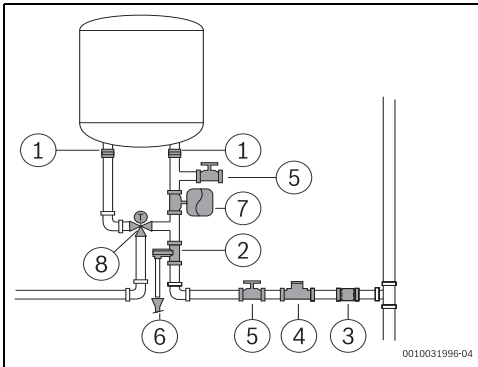

Fig. 9
- Si raccomanda di installare una valvola termostatica (fig. 9, [8]) sul tubo di uscita dell'apparecchio, se si utilizzano tubi PEX. Tali tubi devono essere adeguati alle performance del materiale utilizzato.
- ▶ Non installare mai accessori (diversi da quelli illustrati in fig. 9) tra la valvola di sicurezza e l'ingresso acqua fredda sanitaria (lato destro) dell'apparecchio.
- ▶ installare un riduttore di pressione (fig. 9, [4]). La valvola di sicurezza si attiva quando la pressione dell'acqua nell'apparecchio è superiore a 8 bar (± 1 bar), pertanto è necessario prevedere una soluzione per scaricare l'acqua.
- ▶ installare un vaso d'espansione (fig. 9, [7]) per evitare che la valvola di sicurezza si apra spesso. Il volume del vaso d'espansione deve essere pari al 5% del volume dell'apparecchio.